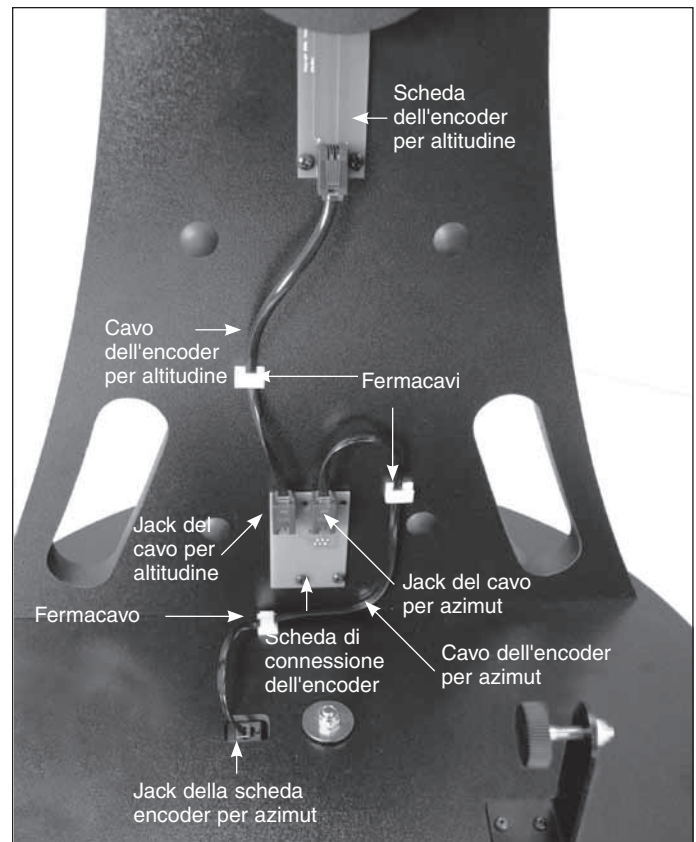

Figura 14. Collegare i due cavi dell'encoder come mostrato.
17. Infine collegare i cavi dell'encoder e installare i fermacavi. Fare riferimento alla **Figura 14** per il corretto posizionamento. Collegare un'estremità del cavo dell'encoder per l'azimut (quello più lungo tra i due) al jack dell'encoder nella piastra base superiore. Collegare l'altra estremità alla scheda di connessione dell'encoder sul pannello laterale, inserendo il jack sul lato destro della scheda di connessione dell'encoder.
Usare i fermacavi in dotazione per fissare i cavi per l'altitudine e l'azimut sulla base in modo ordinato. Si consiglia di usare un fermacavo per il cavo più corto (altitudine) e due per quello più lungo (azimut) (**Figura 14**). I fermacavi sono autoadesivi e basta rimuovere la pellicola dietro il fermacavo e premerlo sulla base nel punto desiderato.